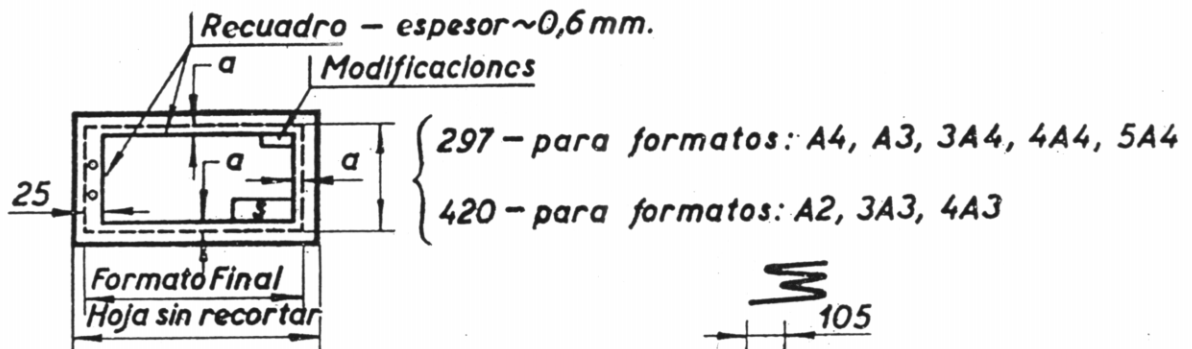

FIG. 1
- 1.3 El recuadro del dibujo dejará, en el formato final, un margen de "a" mm. Se exceptúa el borde izquierdo, que llevará un margen de 25 mm, para el archivado. El rótulo o sello de identificación irá en el rincón inferior-derecho y el de modificaciones en el superior-derecho. Ver Fig.1.
Deberá ir ubicado en la esquina inferior-derecha del plano y su recuadro de-berá coincidir con el recuadro del dibujo. Fig. 1. En el rótulo debe consignarse, por lo menos, lo siguiente: